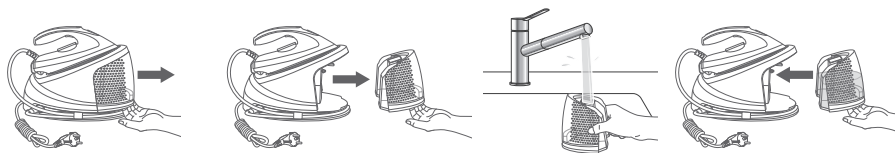

Fig. 2
2. Țineți mânerul (7) sub rezervorul de apă (4) și trageți-l drept afară pentru a scoate rezervorul de apă de la baza stației de aburi (5) (Fig. 2).
3. Umpleți rezervorul de apă cu apă de la robinet prin orificiul de umplere (3). Nu depășiți nivelul marcat „MAX” (1,2 L).